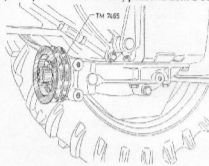

Abb. 1
1. Die Keilriemenscheibe TM 7465 wird gemäß Abb. 1 auf das freie Gewindeende der Mähantriebszapfwelle aufgeschraubt.